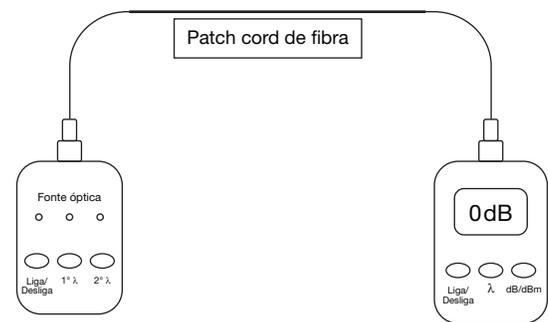

Figura 4
4. Zere o medidor de potência. Vide a Figura 4.